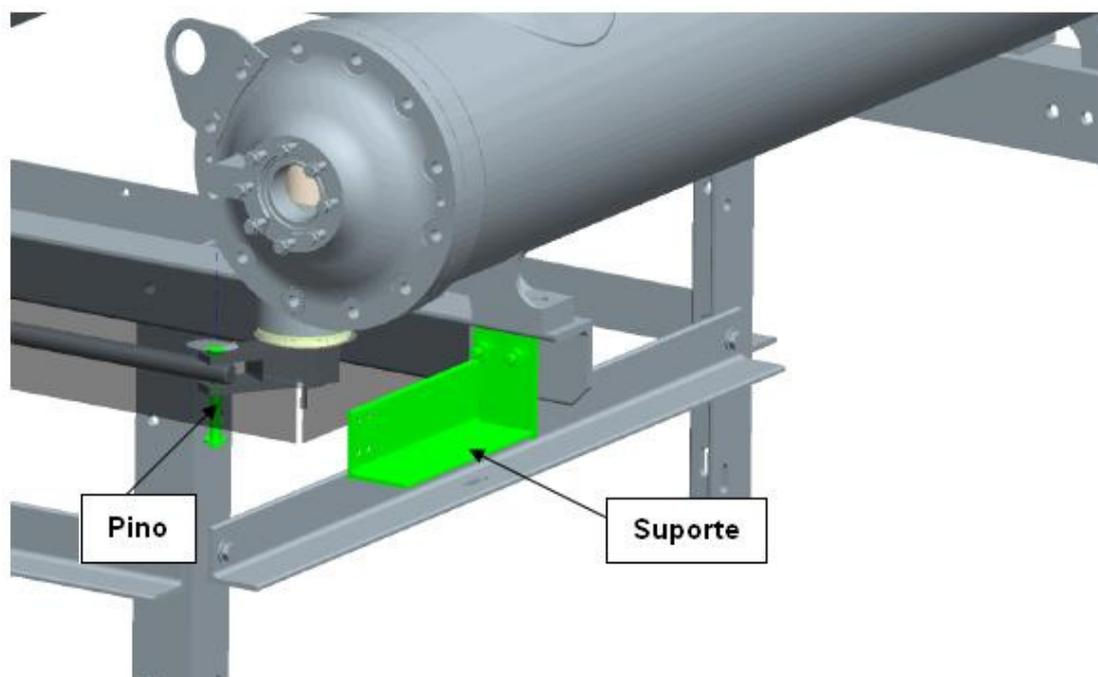

Figura 5: Montagem do Suporte e do Pino Adequado
2. Fixar o suporte adequado à estrutura e substituir o pino atual por um pino próprio, a ser usado para conectar o transdutor linear aos acoplamentos do disjuntor (Figura 5).